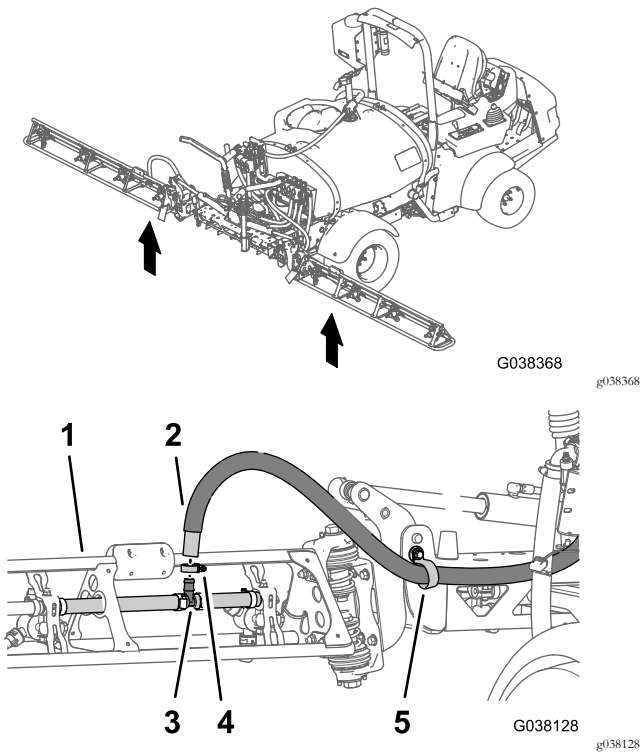

図 82
3. 右側ブーム用給液ホースを、中央ブームのサポートクランプに通す 図 82。
4. 右側ブーム用給液ホースを、右ブームのT字フィッティングに接続する 図 82。